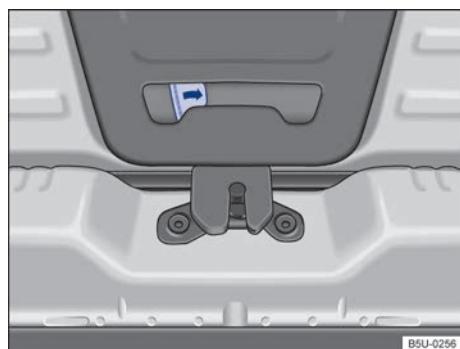

Fig. 158 Del lado de adentro del compartimento de equipaje: desbloqueo de emergencia de la tapa del compartimento de equipaje.
- Desplazar la palanca de desbloqueo en el sentido de la flecha → fig. 158, para destrabar la tapa.